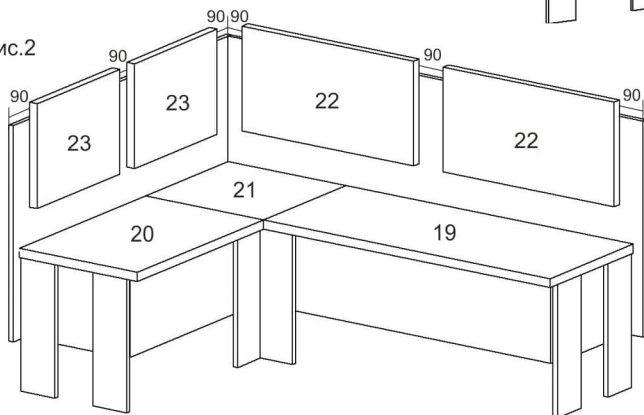

Рис.7
10. Крепим к получившейся заготовке спинку дивана большую (1) и спинку дивана малую (2), используя планку большую (10). Получится конструкция (Рис.7).
11. Осторожно поднимаем угол на одну из спинок и прибиваем к деталям (13), (15), (16) и (1). Дно короба большого (17) с помощью гвоздей. А к деталям (14), (15), (16) и (2) дно короба малого (18).